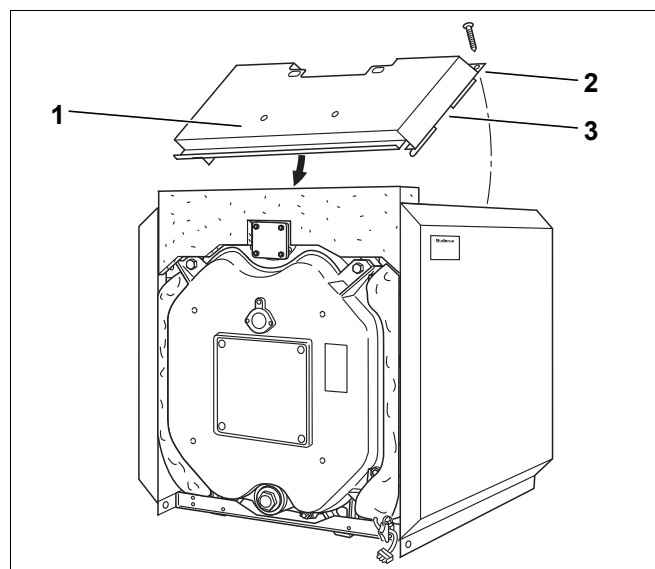

Рис. 36 Монтаж передней крышки
- Уложите переднюю крышку (рис. 36, [1]) между боковыми стенками так, чтобы вырез (рис. 36, [3]) вошёл в траверсу.
- Закрепите крышку сзади саморезами (рис. 36, [2]) к боковым стенкам.